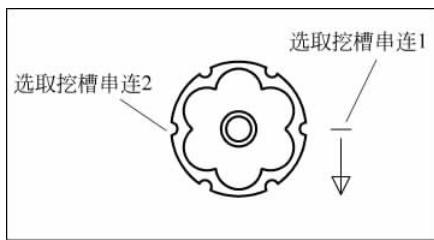

图 5-57 选择挖槽轮廓
- (2) 单击“2D 刀具路径”操作栏上的“挖槽”按钮，或选择“刀具路径”→“挖槽”，根据系统提示选择串连外形，然后根据如图 5-57 所示选择挖槽的外形轮廓，单击“选择”对话框中的“确定”按钮，结束串连选择。